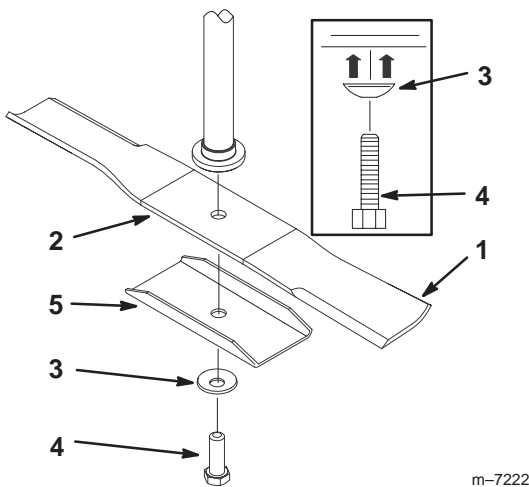
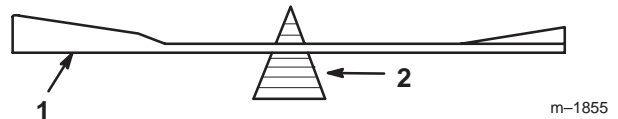

Figure 35
Figure 37
Tenez la lame à son extrémité avec un chiffon ou un gant épais. Enlevez le boulon, la rondelle bombée, le renfort et la lame de l'axe (Fig. 35).
2. Vérifiez l'équilibre de la lame en la plaçant sur un équilibreur (Fig. 37). Si la lame reste horizontale, elle est équilibrée et peut être utilisée. Si la lame est déséquilibrée, limez un peu l'extrémité de la partie incurvée seulement (Fig. 35). Répétez la procédure jusqu'à ce que la lame soit équilibrée.
1. Placez la lame sur l'axe avec le renfort de lame (Fig. 35).
2. Montez la rondelle bombée (face concave vers la lame) et le boulon de lame (Fig. 35). Serrez le boulon de lame à 47–88 Nm (35–65 pieds-livre)